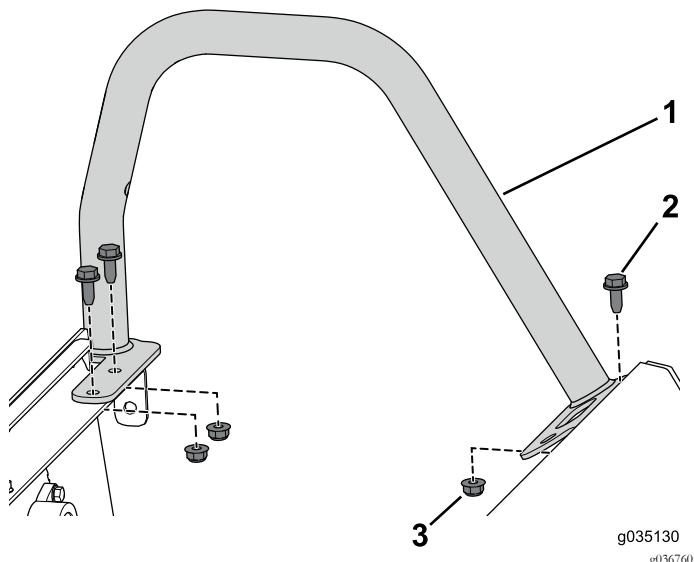

Рисунок 54
2. Выверните 3 фланцевых болта и фланцевые гайки, которые крепят левый ограничитель для бедра (Рисунок 54).